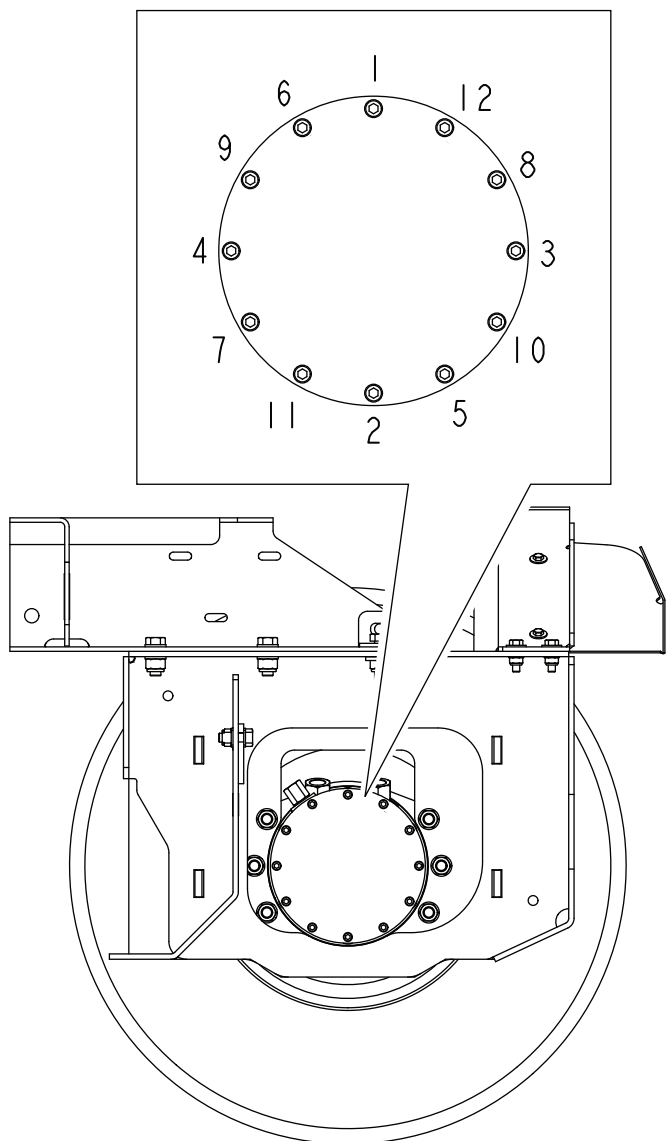

Figura 2
4. Desaperte os parafusos da cobertura da extremidade utilizando uma ponta hexagonal M6 seguindo a sequência mostrada na Figura 2. Desaperte os parafusos opostos uma volta completa cada um num padrão de estrela seguindo a sequência indicada. Repita até que todos os 12 parafusos tenham sido desaparafusados apenas com duas voltas completas.
- A. Utilizando uma ponta sextavada M6 e uma chave, aperte os parafusos da cobertura da extremidade num padrão de estrela com 14 a 16 N·m; consulte a Figura 2.